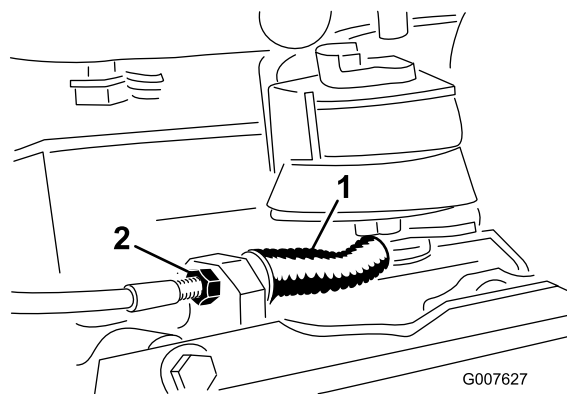

**Figura 33**
3. Afloje el retenedor que sujeta la cubierta de las correas en V y abra la cubierta (Figura 33).